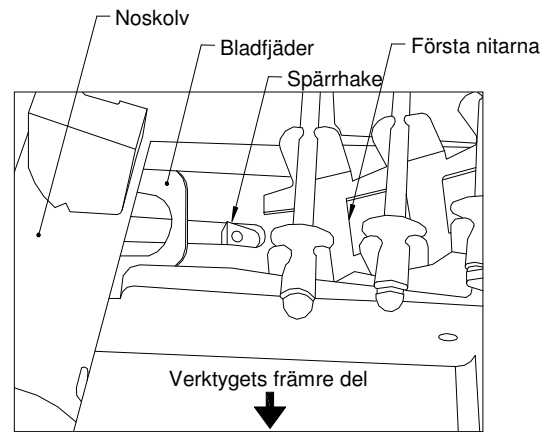

FIGURE 5: Laddning av nitband
4. För in änden på nitbandet under bladfjädern så att de första ("Rung" of) niten på bandet har passerat spärrhaken (fig. 5). Var försiktig så att inget nit lossnar från bandet.